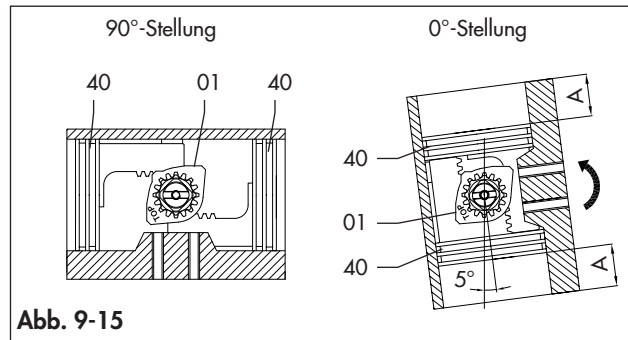

Abb. 9-15
- Bei vollständig geschlossenen Kolben (0°-Stellung) gemäß Abb. 9-15, bezogen auf die Achse des Gehäuses, muss die erreichte Drehung wie folgt sein:
- Bei vollständig geschlossenen Kolben (0°-Stellung) gemäß Abb. 9-15, muss das Maß "A" auf beiden Seiten gleich sein
- Drehen Sie bei Stellantrieb in “Zu“-Stellung (0°-Stellung) unter Beachtung von Abb. 9-15 für die Kolbenposition die rechte Anschlagsschraube (02) jeweils 1 Umdrehung nach rechts oder nach links, bis die gewünschte Anschlagposition erreicht ist. Bei einem Stellantrieb mit Federrücklauf kann eine Druckluftversorgung erforderlich sein.